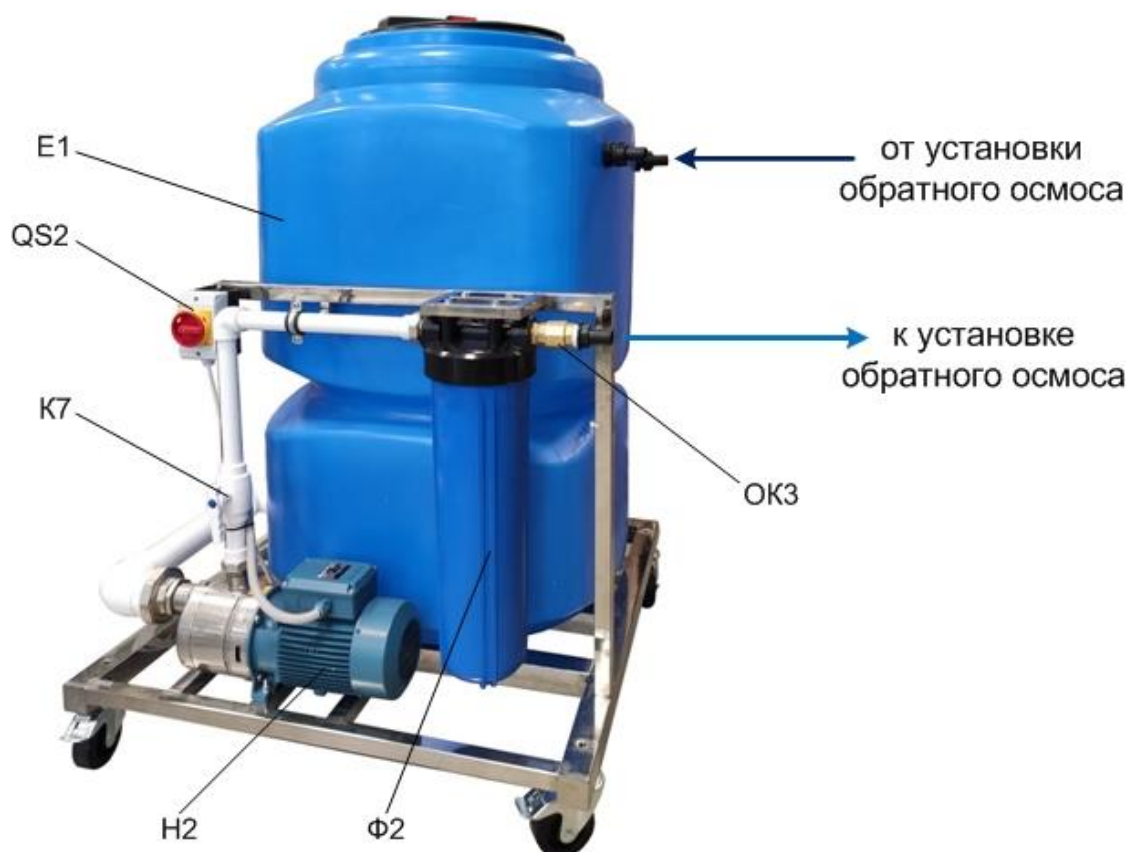

Рис.1 Состав установки хим. промывки.
Установка химической промывки состоит из следующих элементов (см. рис.1):
2.1 Емкость для приготовления моющих растворов (Е1 на рис.1) служит для приготовления растворов с нужными концентрациями и как обратная емкость при промывке установок обратного осмоса. Емкость имеет два подводящих штуцера и сливной кран.
2.2 Фильтр механической очистки (Ф1 на рис.1)
2.3 Насос (Н1 на рис.1) предназначен для подачи моющего раствора на установку обратного осмоса.